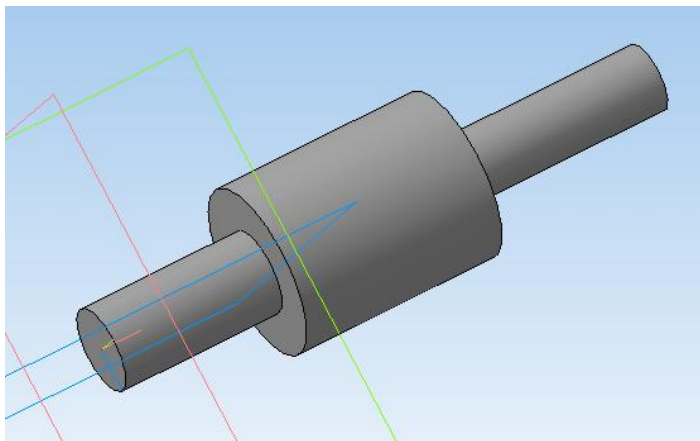

Рис. 3.5. Модель вала
2. Применить к эскизу **Операцию вращения** . Получится модель вала (рис. 3.5).